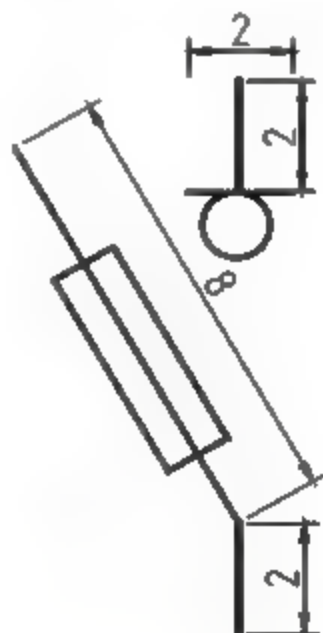

图5-69 打开素材
**01** 单击快速访问工具栏中的【打开】按钮, 打开本书配备资源中的“素材\第5章\5-6 标注熔断式隔离开关.dwg”文件, 如图5-69所示。